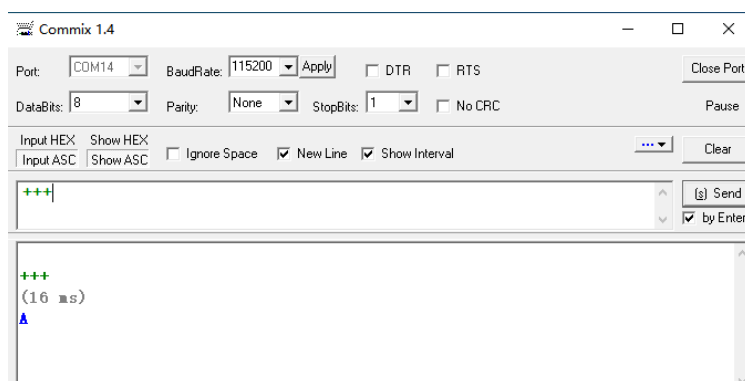

图 16-1 “+++”命令发送界面
1) 在 Commix 上输入“+++”，模块在接收到“+++”后返回一个确认码“A”；如图 16-1 所示。